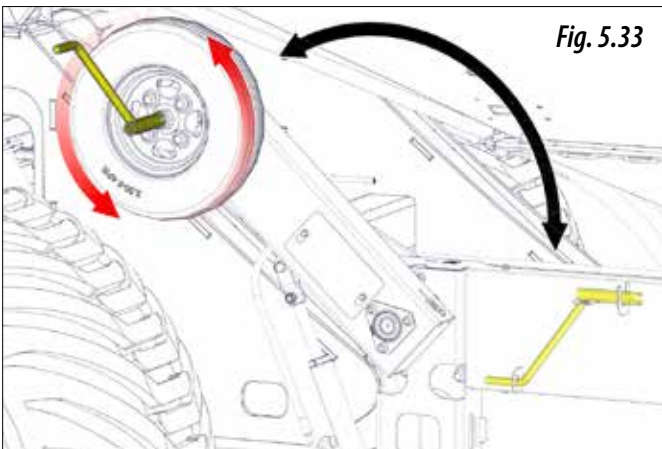

Fig. 5.33
- 4.A.4- Hacer girar la transmisión de la máquina para vaciar de producto el dosificador (Fig. 5.33).